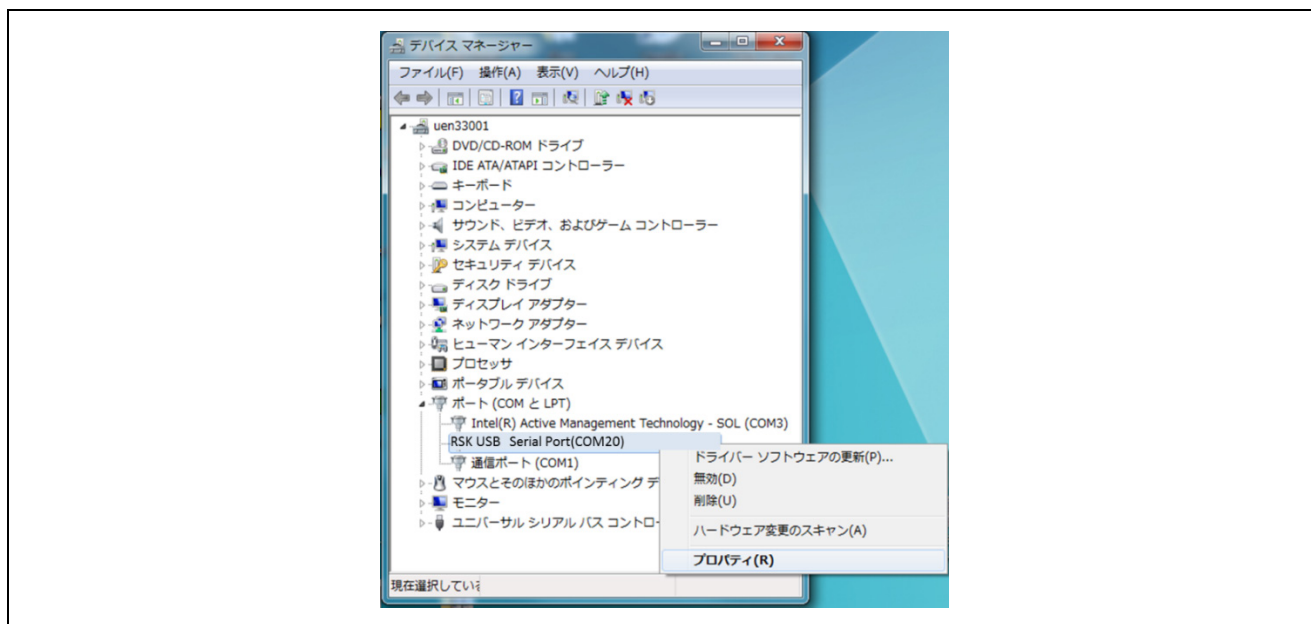

図 5.6 デバイスマネージャ画面 (COM ポートプロパティ選択)
1. デバイスマネージャ画面にて「ポート (COM と LPT)」→「RSK USB Serial Port」を右クリックし、「プロパティ(R)」を選択します。図5.6にデバイスマネージャ画面 (COMポートプロパティ選択) を示します。